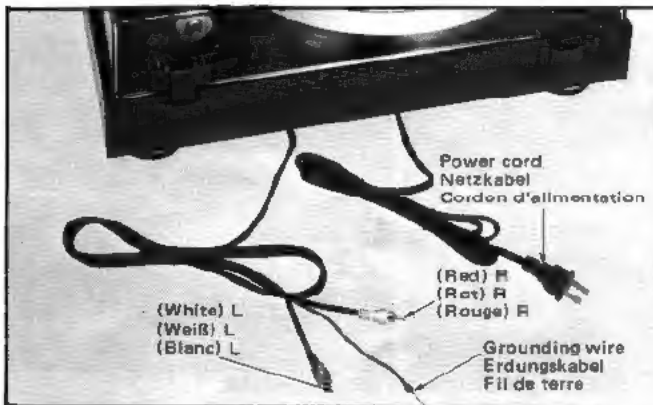

Fig. 16 Abb. 16
9. Connection to a stereo amplifier (Fig. 16)
9. Anschluß an einen Stereo-Verstärker (Abb. 16)
9. Connexion à un amplificateur stéréo (Fig. 16)